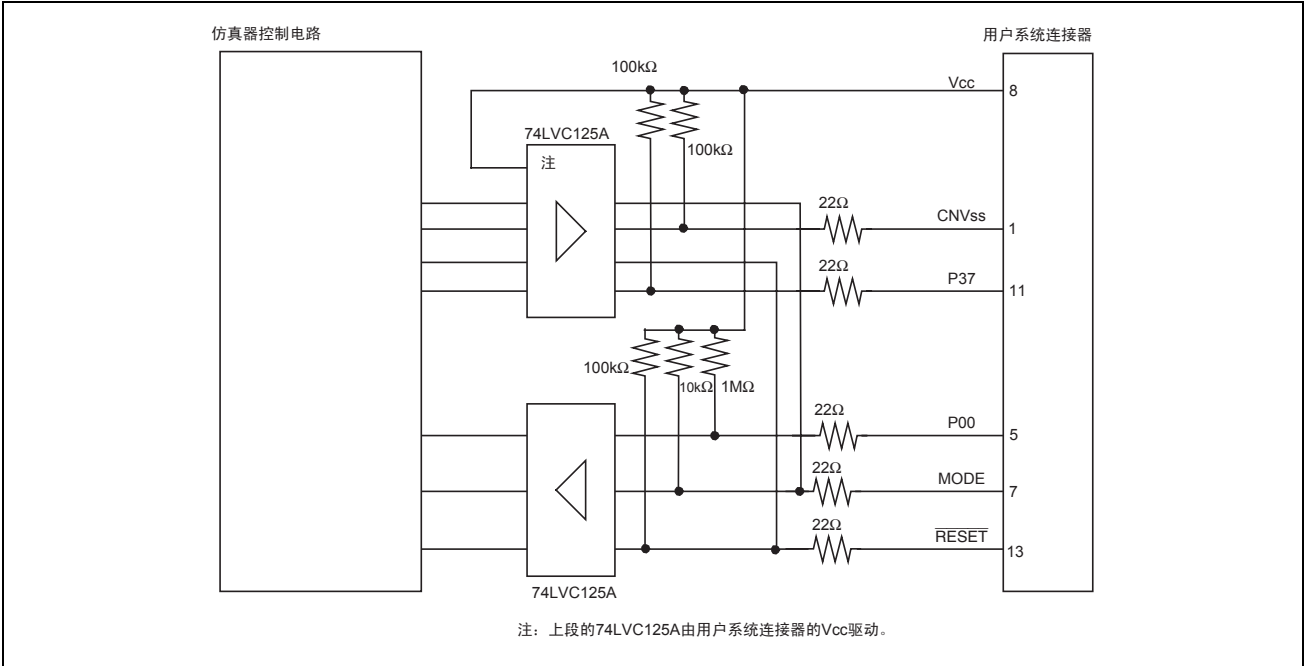

图 4.6 仿真器内的接口电路（参考）
8. 仿真器内的接口电路如图4.6所示。在决定上拉电阻值等时，请参考。